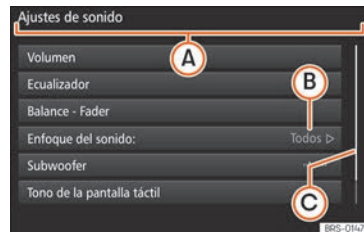

Fig. 178 Vista de algunos de los botones de función en la pantalla.
Estos activan funciones o abren submenús. En los submenús se muestra en la barra de título el menú seleccionado »» fig. 178 (A) en ese momento.